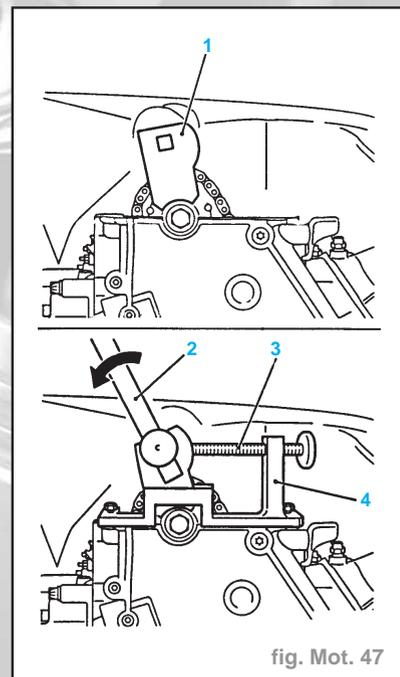

fig. Mot. 47
- Placer en position verticale le taquet d'entraînement (1) de l'outil de réglage **KM-933** (4) dans le pignon de l'arbre à cames. Monter l'outil de réglage **KM-933** sur la culasse de cylindre (fig. Mot. 47).
- Exercer une légère pression sur le taquet d'entraînement à l'aide d'un levier (2) dans le sens de la flèche (dans le sens contraire de la marche du moteur) et fixer à l'aide d'une vis de blocage (3) (fig. Mot. 47).
- Exeracer une légère pression sur le taquet d'entraînement à l'aide d'un levier (2) dans le sens de la flèche (dans le sens contraire de la marche du moteur) et fixer à l'aide d'une vis de blocage (3) (fig. Mot. 47).